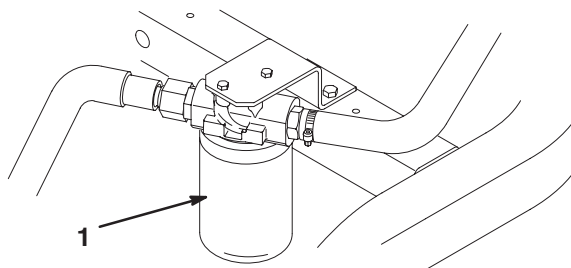

Figure 48
1. Nettoyez la surface autour de la surface de montage du filtre (Fig. 48). Placez un bac de vidange sous le filtre et déposez le filtre.